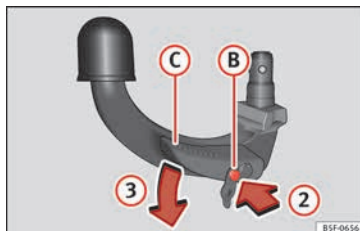

Fig. 221 Paso 2
- Presione el perno de desbloqueo ⑨ el sentido de la flecha ② y al mismo tiempo presione la palanca ③ el sentido de la flecha ③ hasta el tope »» fig. 221.